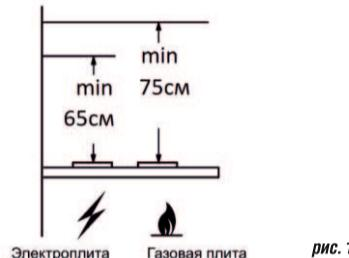

рис. 1
1.2 Вытяжку устанавливайте на высоте, как показано на рис. 1.
4.7 Установливайте вытяжку над плитой в соответствии с рекомендацией по установке рис. 1
- разместите линию установки нижней части вытяжки над плитой (рис.1);